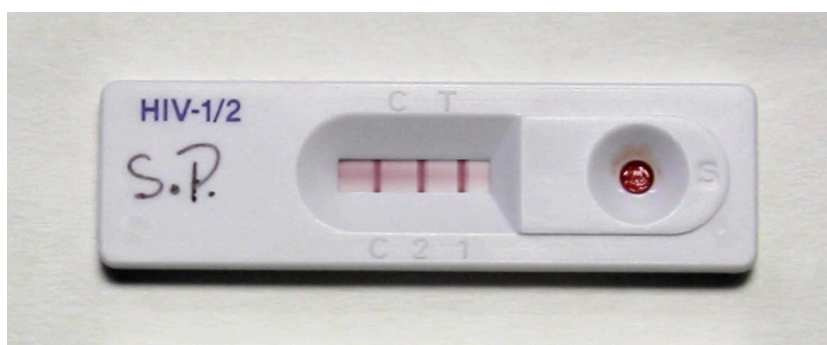

Figura 7 – Interpretação de resultado reagente para anti-HIV-1 e anti-HIV-2 no kit HIV TEST BIOEASY.
Existem situações de resultado reagente nas quais podem ocorrer o aparecimento das três linhas: linha colorida na área de controle (C) e duas linhas coloridas na área de teste (T), presentes na região dos números “1” e “2” (Figura 7).